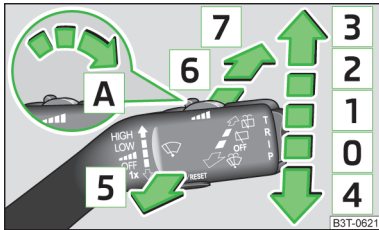

Abb. 46
» Abb. 46
Nach dem Loslassen des Hebels stoppt die Waschanlage und der Wischer führt noch 2 bis 3 Wischeraussschläge aus (je nach Dauer des Sprühvorgangs). Der Hebel bleibt in Stellung **6** » Abb. 46.
Befindet sich der Scheibenwischerhebel in der Stellung **2** » Abb. 46 bzw. **3**, kommt es bei einer Geschwindigkeit von mehr als 5 km/h alle 30 Sekunden bzw. 10 Sekunden zu einem Wischvorgang der Heckscheibe.
- Fünfmal hintereinander innerhalb von 5 Sekunden den Bedienungshebel in Stellung  » Abb. 46 auf Seite 62 drücken.
Zum Reinigen der Scheinwerfer kommt es nach dem Einschalten der Zündung immer beim ersten und nach jedem zehnten Bespritzen der Frontscheibe  » Abb. 46 auf Seite 62, wenn das Ablend- oder Fernlicht eingeschaltet ist.